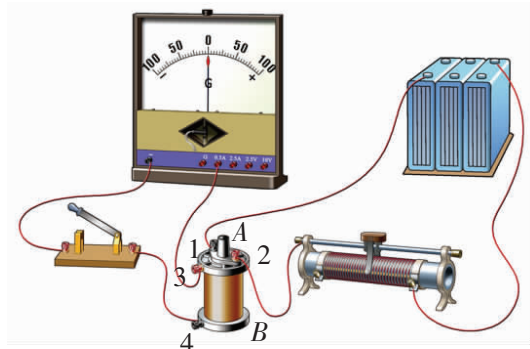

图 1-2-7
4. 某同学做研究产生感应电流的条件的实验, 将电流表、线圈  $A$  和  $B$ 、蓄电池、开关用导线接成如图 1-2-7 所示的实验电路, 当他接通、断开开关时, 电流表的指针都没有偏转, 请你帮他查出原因并改正.